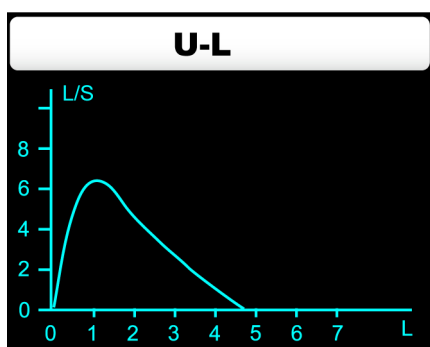

Fig.5 Grafico Flusso Espiratorio-Volume
**Grafico Flusso Espiratorio-Volume, Grafico Volume-Tempo**: premendo i tasti "su" (*up*) e "giù" (*down*) compariranno due grafici: il grafico Flusso Espiratorio-Volume e il grafico Volume-Tempo (come da Fig.5,6). Le tre interfacce superiori sono le interfacce principali;